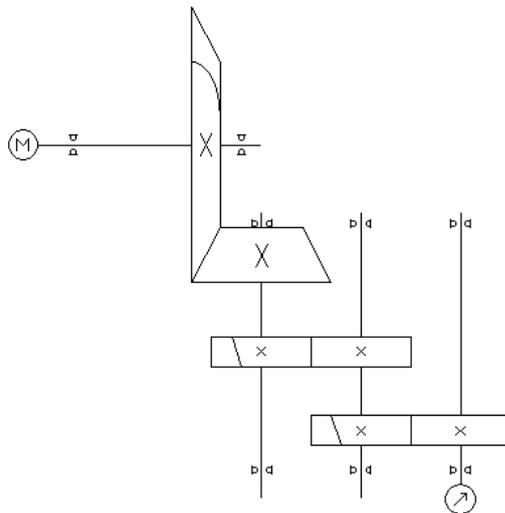

Рисунок 4.23
**Задание 6.** Условно укажите входной  и выходной  валы (рисунок 4.23)